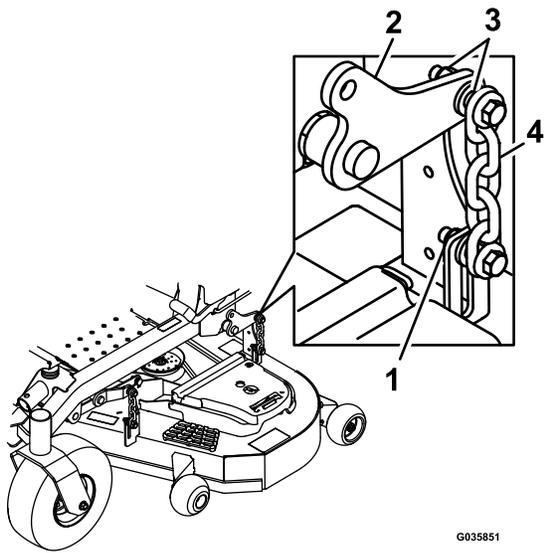

Figura 83
16. Afloje las contratuercas (Figura 83) en las 4 esquinas y compruebe que la carcasa de corte está bien asentada sobre los cuatro bloques.